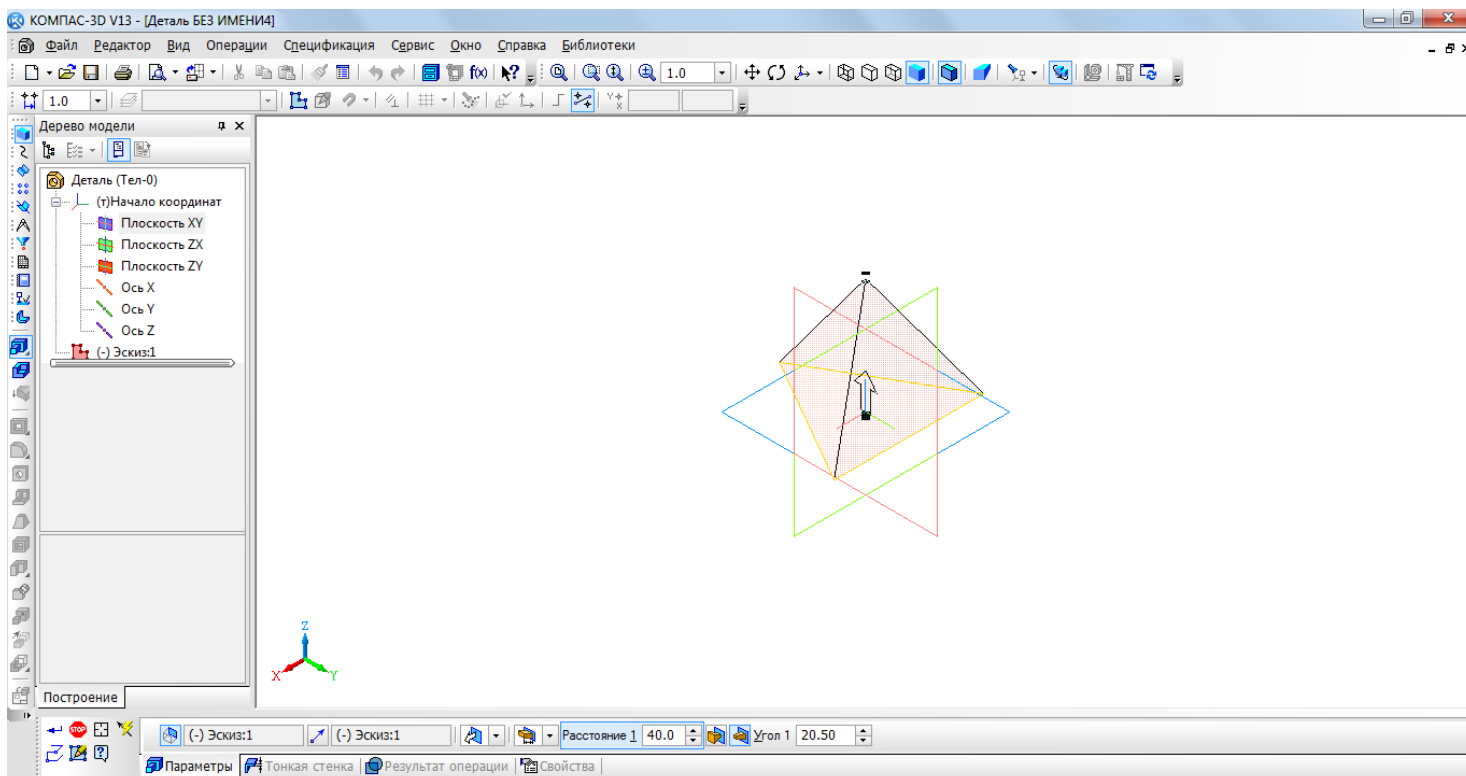

Рис. 7. Создание трехмерной модели
- на панели **Свойств** на вкладке **Параметры** укажите **прямое** направление выдавливания (вверх), глубина выдавливания – **на расстояние**, в поле **Расстояние 1** введите 40 мм, **Уклон 1** внутрь, **Угол 1** равен 20, 5° (рис. 7);